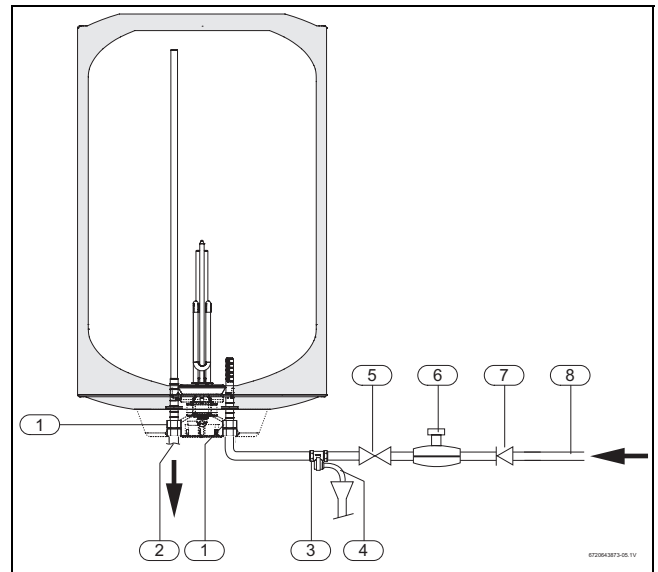

Fig. 7 Ligação de água
▶ Instalar a válvula de segurança na entrada de água do termoacumulador (→ Fig. 7).
i Se a pressão de entrada de água for superior a 80% da pressão máxima do termoacumulador (8 bar), ou seja 6.4 bar, instalar uma válvula redutora (→ Fig. 7).
i De forma a evitar problemas provocados por alterações de pressão súbitas na alimentação, aconselha-se a montagem de uma válvula anti-retorno a montante do termoacumulador (→ Fig. 7, [7]).
- ▶ Fechar a válvula de corte de água (→ Fig. 7).